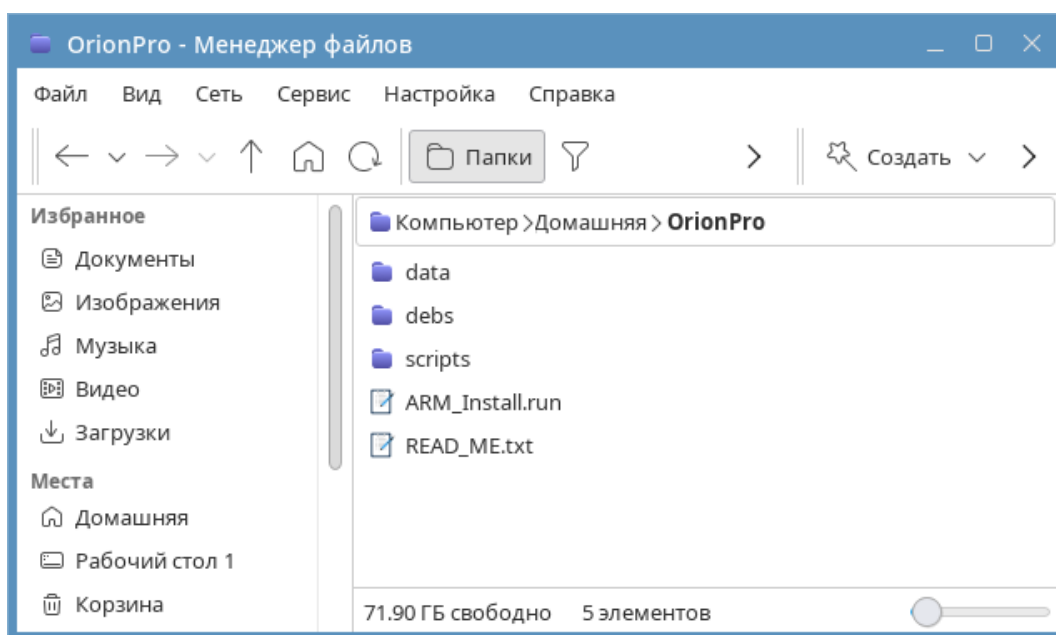

Рисунок 2-4 Дистрибутив, извлеченный в папку "OrionPro"
- 1) Извлеките дистрибутив из загруженного архива в отдельную папку (см. Рисунок 2-4);